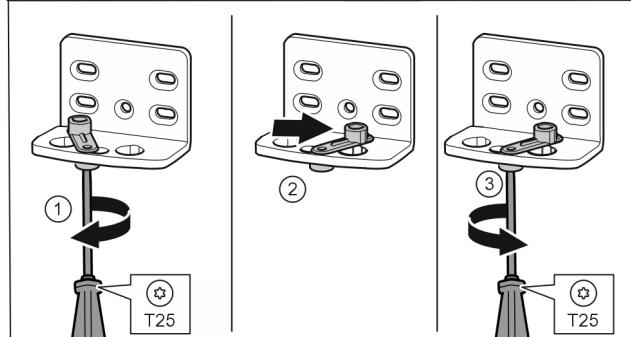

Fig. 11
- Înșurubați slăbit șurubul cu șurubelnita T25. Fig. 11 (1)
- Ridicați dispozitivul auxiliar de închidere a ușii și roțiți-l cu 90° spre dreapta în orificiu. Fig. 11 (2)
- Înșurubați ferm șurubul cu șurubelnita T25. Fig. 11 (3)